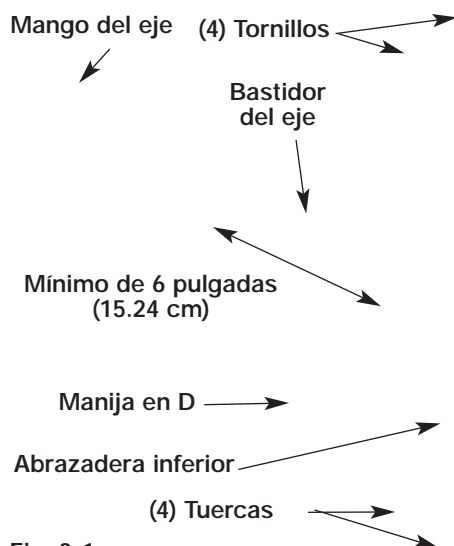

Fig. 3-1
2. Coloque la manija en D por encima del bastidor del eje y sobre la abrazadera inferior (Fig. 3-1). Colóquela a un mínimo de 6 pulgadas (15,24 cm) desde el extremo del puño del eje.